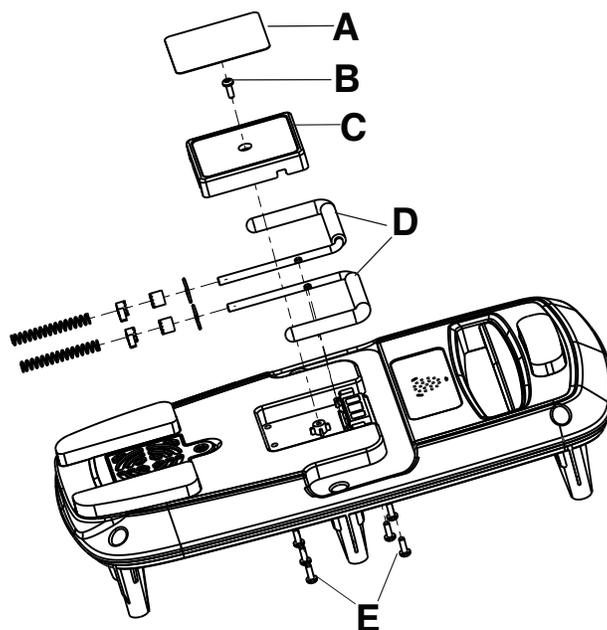

Figure 18 – Ensemble de crochet
- À l'aide d'un outil à pointe, retirer l'étiquette d'information (A) sur l'ensemble crochet (Figure 18). Jeter l'étiquette d'information.